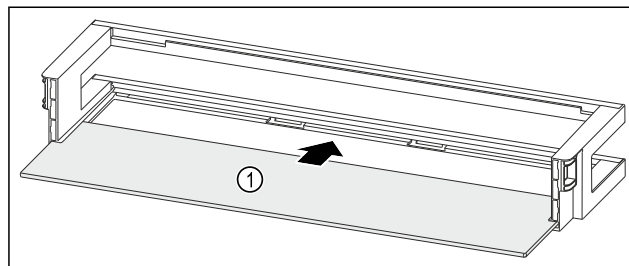

Fig. 123 Półka w drzwiach z półką
- ▶ Wsunąć półkę Fig. 123 (1) w boczne wycięcia.